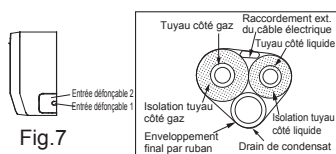

Fig.7
1. Lorsqu'on installe la tuyauterie et le câblage sur le côté gauche ou droit de l'unité intérieure, découper les entrées défonçables du châssis au besoin (fig.7).